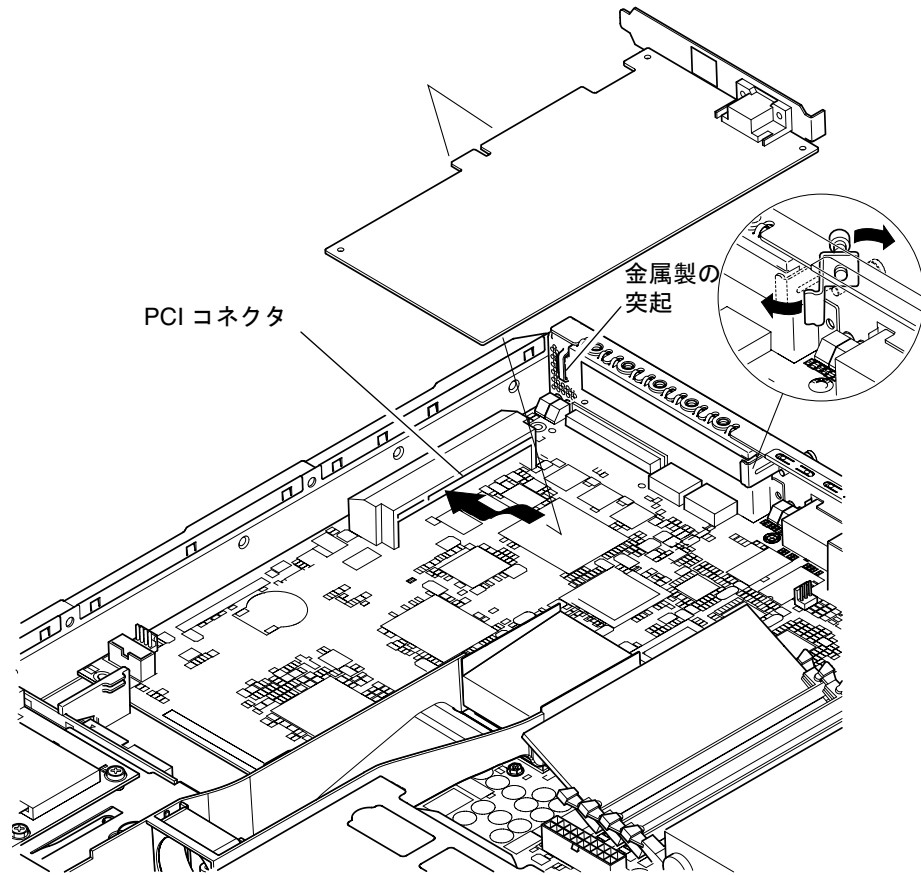

図 4-7 回転式おさえ金具と PCI カードの位置
3. PCI スロットのおさえ金具を固定している脱落防止機構付きねじを緩めます (図 4-7 を参照)。
おさえ金具を 90 度回します (図 4-7 を参照)。PCI スロットのフィラーパネルが外れて、フィラーパネルを取り外すことができます。フィラーパネルを取り外します。
5. PCI カードを PCI コネクタにしっかりと差し込みます (図 4-7 を参照)。PCI カードの取り付け金具がシャーシ後部の正しい位置にあることを確認します。
PCI カードの取り付け金具の先端 (先が細くなっている方) を、シャーシ上の金属製の突起の中に入れる必要があります (図 4-7 を参照)。
7. 回転式のおさえ金具を元に戻して、脱落防止機構付きねじを締め、PCI カードをシャーシに固定します (図 4-7 を参照)。
2. 回転式のおさえ金具を固定している脱落防止機構付きねじを緩めます (図 4-7 のねじと金具の図を参照)。
おさえ金具を 90 度回します (図 4-7 を参照)。
6. PCI スロットのフィラーパネル (シャーシの後部パネル) を元どおりに取り付け、回転式のおさえ金具を固定する脱落防止機構付きねじを締めます (図 4-7 を参照)。